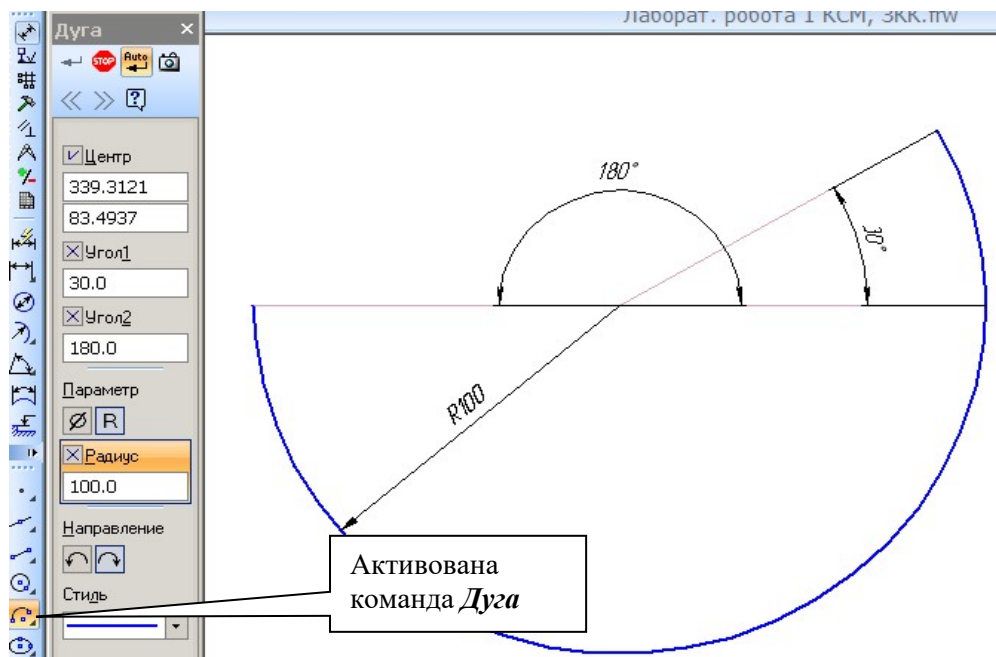

Рис. 2.2
1. Побудуйте дугу радіусом 100 мм, початковий кут дуги – 30° , кінцевий – 180° (рис. 2.2).